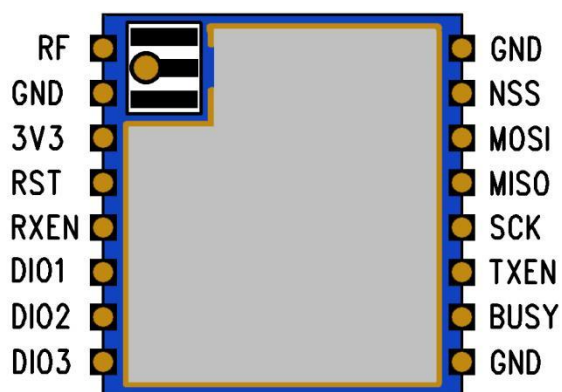

图 4. RC68A 引脚定义图（Top View）
- 2、允许回流焊次数：2次，基于以下回流焊(条件)(见图4)；
- 3、温度曲线：回流焊应按照下列温度曲线(见图4)；